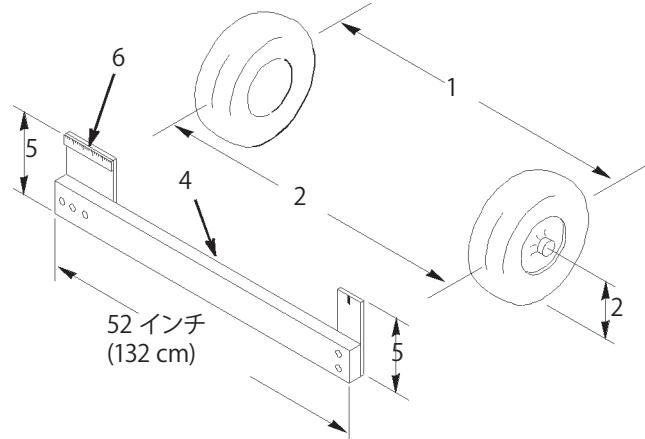

図51
4. 前輪の前と後ろで、左右のタイヤの中央線間距離を測る(図51)；計測はアクスルの高さで行う。前輪の後ろで、アクスルの高さで測定を行うには市販または手製のトーン測定器が必要となる。前後の計測とも同じ道具を使用し、アクスルの高さで正しく測定すること(図51)。前後の計測値が同じか、前での測定値が0~6 mm 小さければよい。
5. 前後の測定値の差が所定範囲にない場合、タイロッド両端のジャム・ナットを外して調整を行う(図51)。